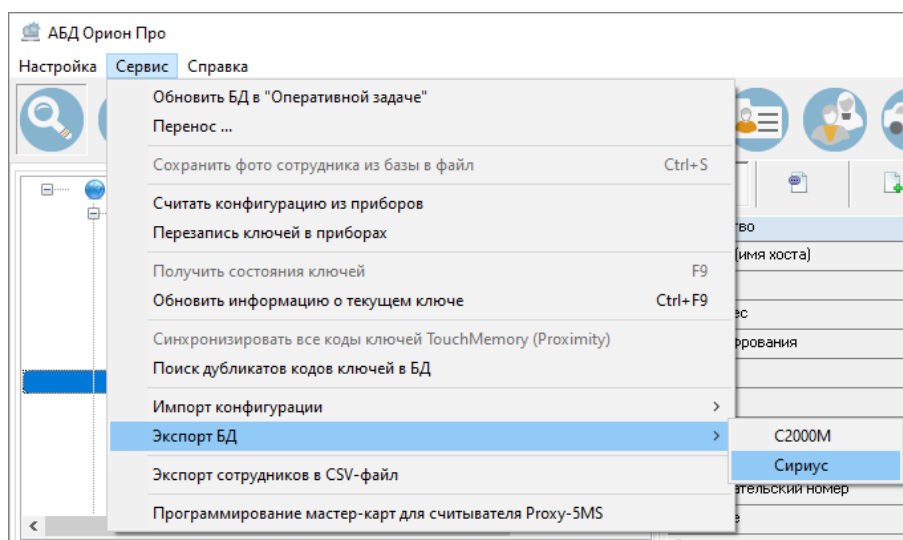

Рисунок 6-961 Инициализация экспорта конфигурации из БД в ППКУП "Сириус" через меню "Сервис"
- а) выделите в дереве объектов тот ППКУП «Сириус», в который необходимо экспортировать конфигурацию, и выберите в меню «Сервис» пункт «Экспорт БД», а затем пункт «Сириус» (см. Рисунок 6-961);